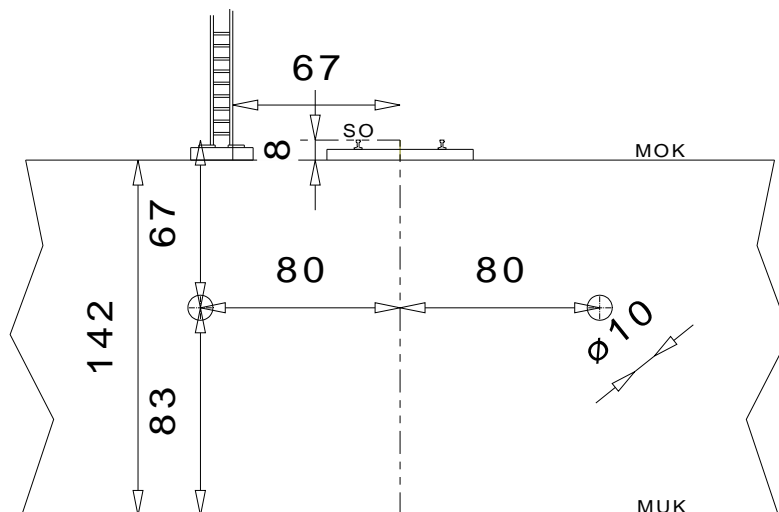

Abb.1: I-Profil
- Die Modulhöhe von der Modulunterkante (MUK) bis zur Schienenoberkante (SO) beträgt mindestens 150 mm.
1. I-Profil für Industrie- und Bahnhofsgleise (Abb. 1)